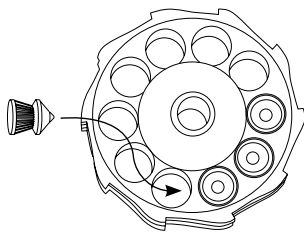

Рис.10
3. Вставляйте пульки с тыльной(не плоской) стороны магазина,юбкой к себе.(Рис.10) Продвигайте пульки до тех пор пока уплотнительное кольцо на барабане не обхватит данные пульки за пояс.